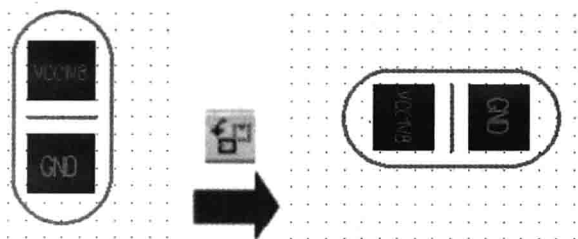

图 5-54 元器件旋转 90°
- 元器件旋转 90°。单击旋转 90° 模式图标，选中元器件后即可进行旋转 90° 操作。也可以先选中元器件后，单击图标或按下【Ctrl+R】快捷键进行旋转，如图 5-54 所示。